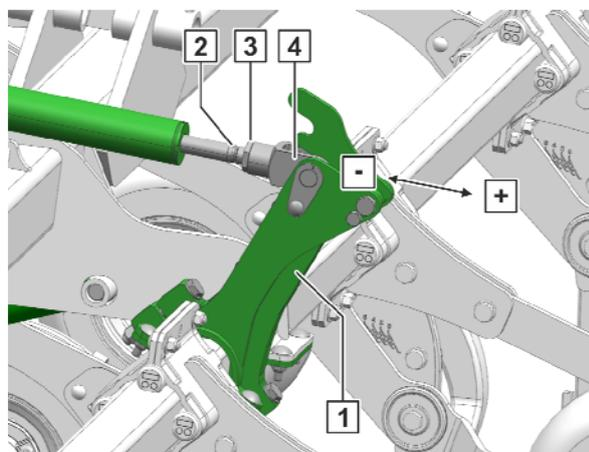

Fig. 185
1. Kontormutter (Fig. 185/3) lösen.